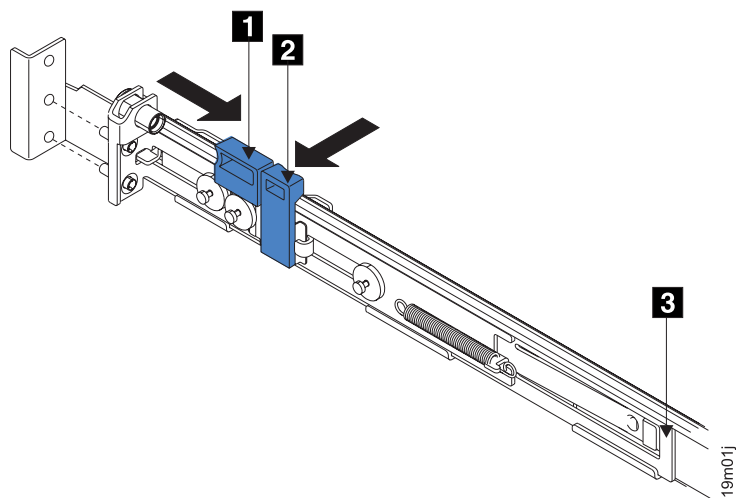

図 38. 後部のラッチ・ロック・キャリア・アセンブリーを開く
5. 後方のレール・ブラケット **1** (図 38) を、止まるまでレールの前面に向かって押します。これで、レールはその一番短い長さに調整されます。